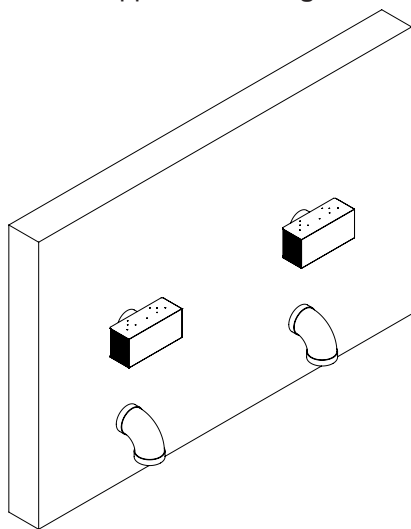
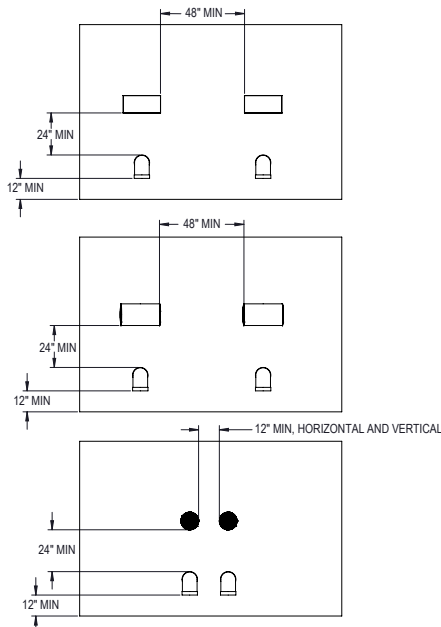
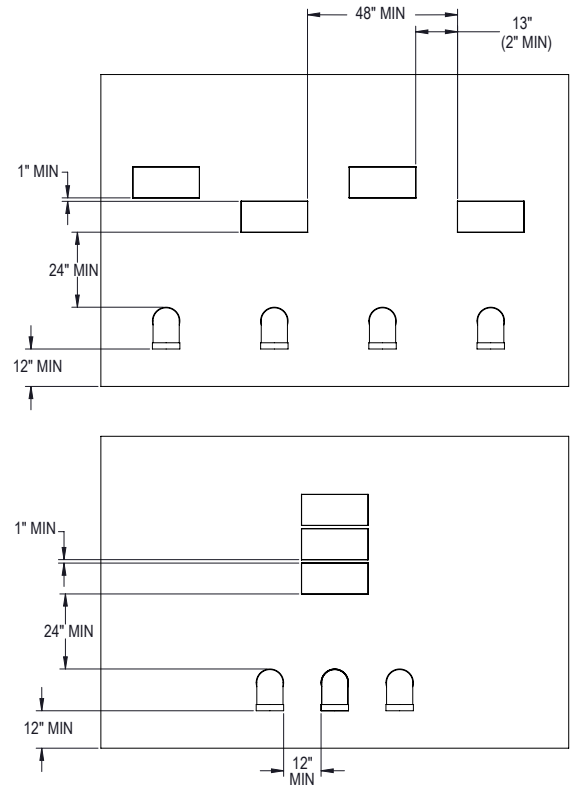

Figure 54. Terminaison d'évacuation murale D-15
Figure 59. Dégage ment de ventilation horizontaux et verticaux
Figure 60. Dégage ment de ventilation horizontaux et verticaux
13. Pour connaître les dégagements des terminaisons murales multi-appareils, voir **Figure 54 et Figure 60**.
9. Dans le cas d'une installation multi-appareils à ventilation directe, prévoyez un dégagement horizontal prédéterminé entre les terminaisons d'évacuation, voir **Figure 59 et Figure 60**.